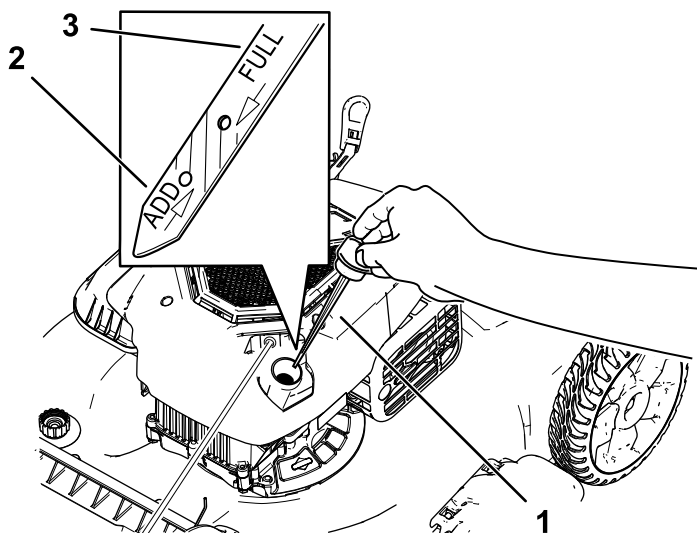

図 26
3. キャップを左に回してディップスティックを抜き取る 図 26。
10. ディップスティックの目印で油量を点検する 図 26。